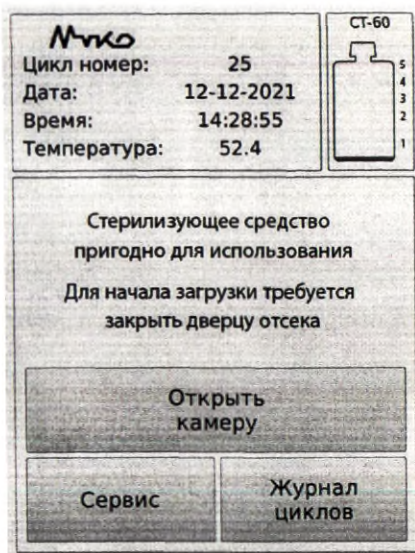

Рис.29
15.3.6 После установки флакона со стерилизующим средством на экране появится сообщение *«Стерилизующее средство пригодно для использования. Для начала загрузки требуется закрыть дверцу отсека»* (Рис. 29). Это означает, что система распознавания флакона идентифицировала, что флакон пригоден для использования.
Примечание: После закрытия дверцы на экране может остаться сообщение «Стерилизующее средство пригодно для использования. Для начала загрузки требуется закрыть дверцу отсека» (Рис. 29). Причина отсутствия перекачки средства из флакона и способ устранения причины представлены в разделе 16 Таблица 14
16.2 После закрытия дверцы на экране может остаться сообщение «Стерилизующее средство пригодно для использования. Для загрузки требуется закрыть дверцу отсека» (Рис. 29).